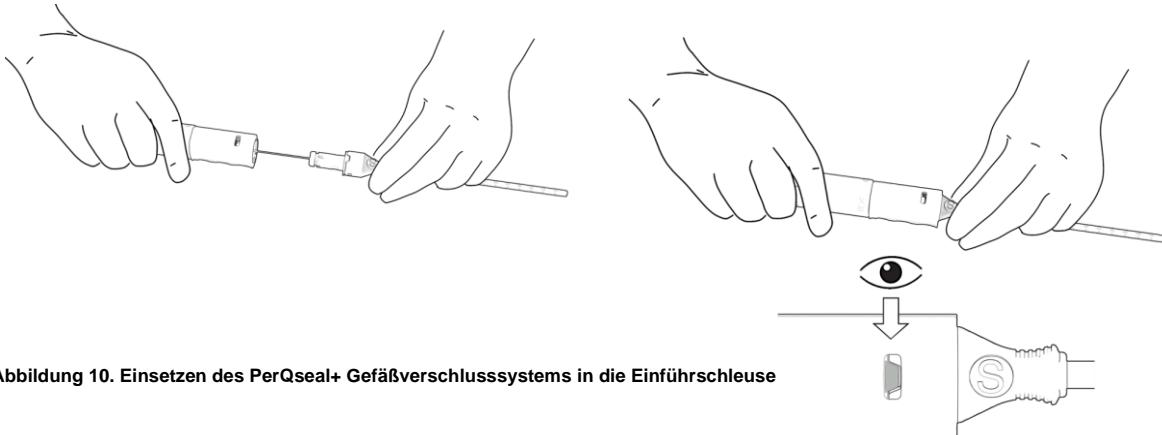

Abbildung 10. Einsetzen des PerQseal+ Gefäßverschlusssystems in die Einführschleuse
- c. Der Einführschleusenansatz in einer Hand und den Gerätegriff in der anderen Hand halten und den Griff des Gefäßverschlusssystems vorsichtig vorschieben. Sicherstellen, dass die Markierungen auf der Einführschleuse und auf dem Griff aufeinander ausgerichtet sind und dass die Ladekanüle/der Einführschleusenansatz (mit einem Klick) am Gerätegriff einrastet. Auf die grüne Markierung im Fenster achten. Damit wird bestätigt, dass der Griff des PerQseal+ Gefäßverschlusssystems erfolgreich verriegelt wurde. Abbildung 10.